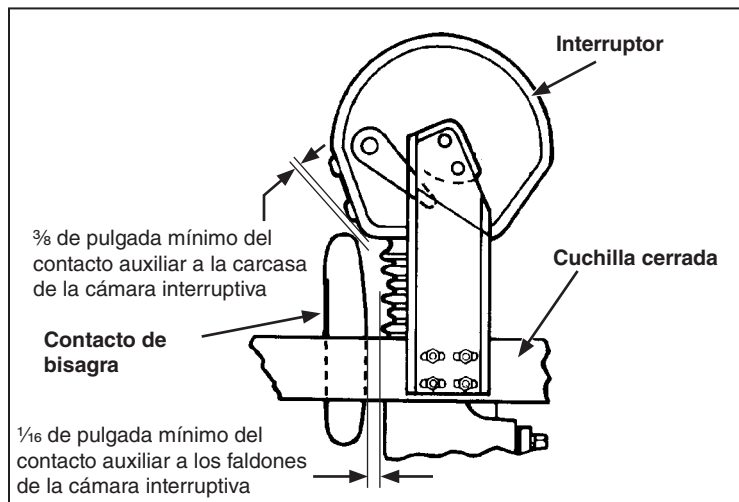

Figura 45. Conjunto de las cuchillas en posición de cierre total.
- (b) Con el interruptor en la posición de cierre total, verifique las separaciones mínimas entre el contacto auxiliar de la cuchilla y la cámara interruptiva, medidas hasta la carcasa de la cámara interruptiva así como a los faldones de la misma. Vea la Figura 45.